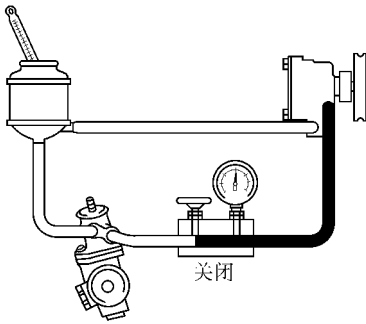

图 16-49 检查阀关闭时的压力值
(2) 检查液体温度，至少在 80°C 。
(3) 起动发动机，使它怠速运转。
(4) 检查阀关闭时的压力值。关闭压力表的阀并读取压力表上的压力值，如图 16-49 所示。